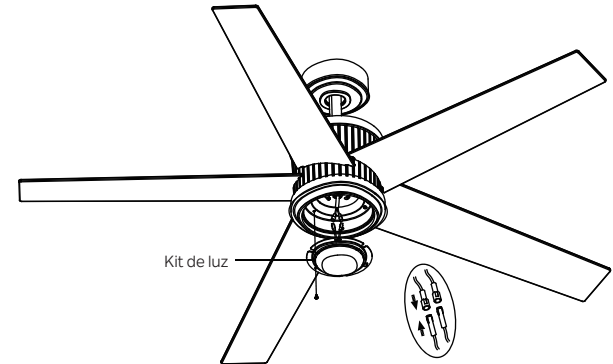

Figura 20
Paso 1. Sostenga el kit de luz cerca de la carcasa del interruptor y conecte los cables BLANCOS del kit de luz y el ventilador juntando los conectores. Siga el mismo procedimiento con los cables NEGROS. (Figura 20)
Paso 2. Introduzca las conexiones cuidadosamente en el kit de luz. Quite uno de los tres tornillos preinstalados en la carcasa del interruptor y guárdelo para usarlo más adelante. Afloje los otros 2 tornillos (no los quite). Coloque los dos orificios de la ranura del kit de luz sobre los 2 tornillos que se aflojaron previamente de la carcasa del interruptor. Gire el kit de luz hasta que encaje en su lugar en el extremo estrecho de los orificios de llave. Fije apretando los 2 tornillos previamente aflojados y el que quitó previamente. (Figura 20)